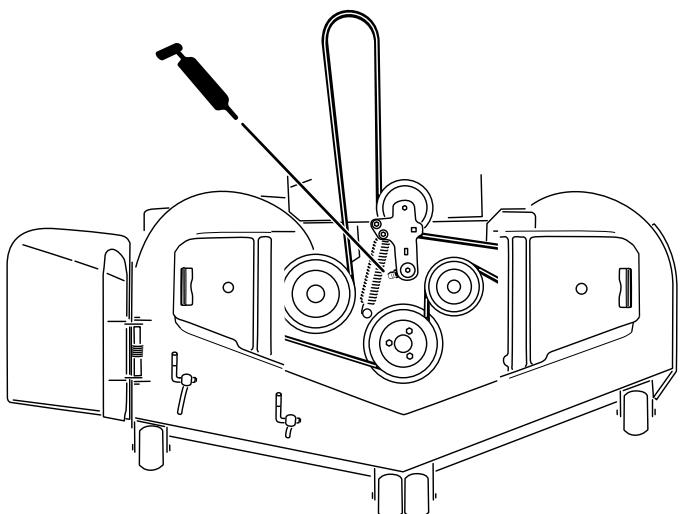

Figura 48
5. Lubrifique a articulação da polia intermédia da plataforma do cortador até o lubrificante sair por baixo (Figura 48).